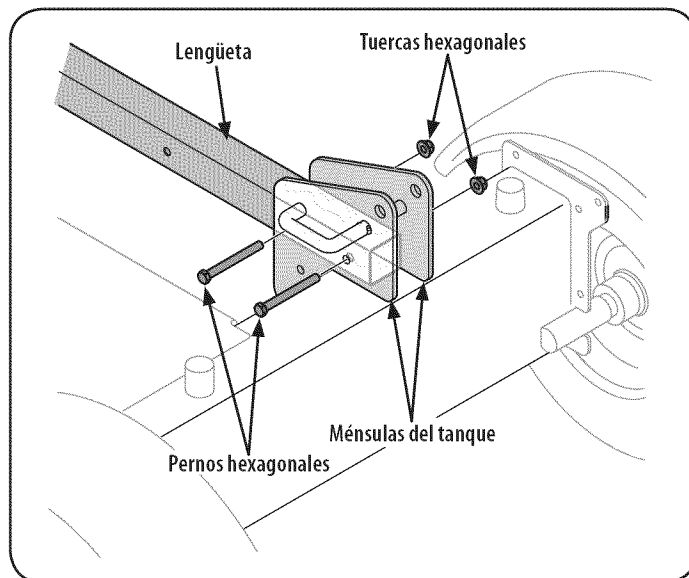

Figura 3
12. Con la máquina rompetroncos todavía sujeta a la base de la caja, extraiga dos pernos hexagonales y tuercas hexagonales del soporte del tanque y extraiga el trozo de madera que está en los soportes del tanque. Vea la Figura 3.
13. Alinee los orificios de la lengüeta con los orificios del soporte del tanque y fíjela con los pernos hexagonales y las tuercas que se acaban de retirar. Vea la Figura 3.